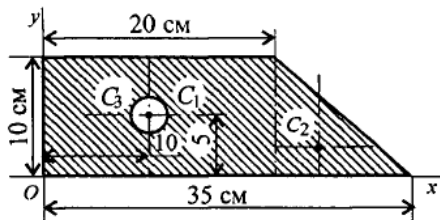

Рис. 8.4
3. Определить положение центра тяжести фигуры, представленной на рис. 8.4.